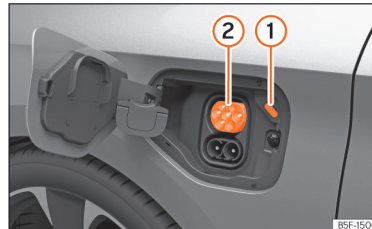

Abb. 57 Hinter der Batterieladeflappe vorn links: Ladedose
»» (Abb. 57)
Die LED (Ladevorgangsanzeige) an der Ladedose blinkt oder blitzt weiß »» (Abb. 57) ① »» S. 86.